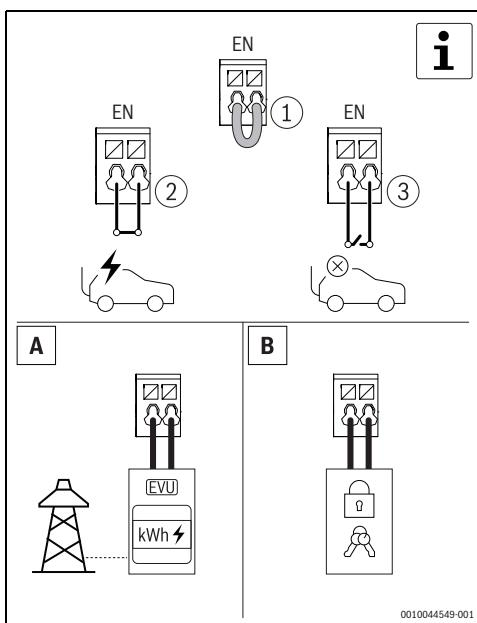

Fig. 119 Valgfrit digitalt input
- ▶ Lås Power Charge 7000i op med RFID-kortet, appen eller med den eksterne blokeringsenhed. Dette trin er valgfrit (\rightarrow fig. 119 og 6.1.5, side 112).